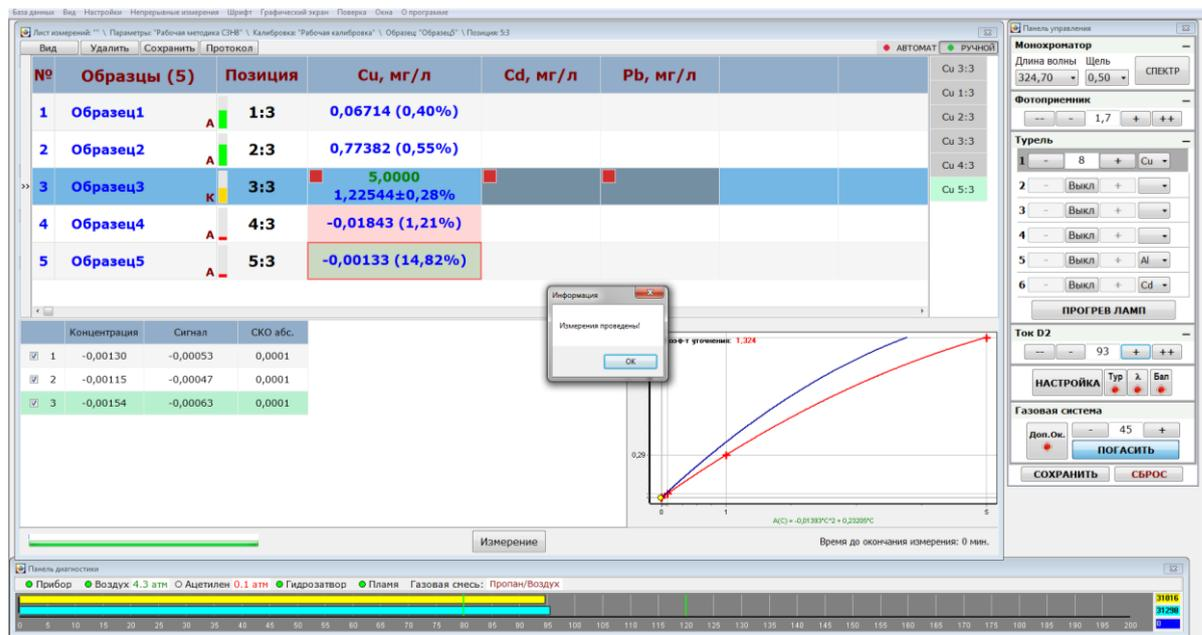

Рис. 37 Окно «Лист измерений» проведение измерений с устройством выбора образца.
9. По окончании измерений будет выведено информационное окно рис. 37
ПРИМЕЧАНИЕ: В процессе измерений датчик манипулятора УВО-04 следит за уровнем пробы и фонового раствора. По мере расхода пробы манипулятор корректирует своё положение, не допуская нахождения капилляра для забора пробы выше уровня жидкости. Информация об уровне выводится в ячейках «Позиция»: **зелёный** цвет – стакан с пробой полный, **жёлтый** – уровень пробы в районе середины, **красный** – уровень минимум. Ячейка с результатом измерений, где был зафиксирован минимальный уровень жидкости выделяется цветом рис. 37. При достижении минимального уровня жидкости в чаше с фоновым раствором измерения прерываются и выводится предупреждающее сообщение.